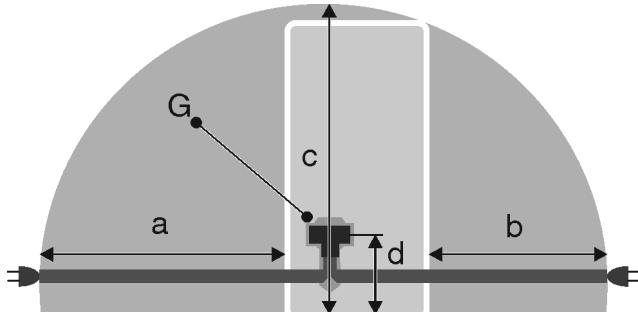

Fig. 24 \*
- 插座不是在冰箱后面，而是在区域 a 或 b 内 Fig. 24 (a, b, c)。
- 将设备插头 Fig. 24 (G) 插入设备背面。确保正确地插入到位。